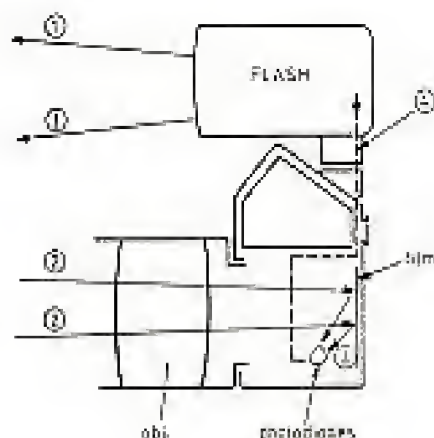

Fig. 16
Le principe de fonctionnement peut être très schématiquement représenté par la figure 16. Au moment du déclenchement, la décharge du condensateur du flash s'amorce dans le tube éclair, dont l'émission lumineuse (1) vient illuminer le sujet photographié. Celui-ci renvoie la lumière (rayons (2)) qui, après avoir traversé l'objectif, vient frapper le film. Une partie (3) des rayons, est réfléchi vers les photodiodes du dispositif de mesure automatique de l'exposition. Lorsque le condensateur C de la figure 2 atteint sa charge seuil, le basculement du comparateur commande lui-même l'interruption de l'éclair, par le trajet d'asservissement (4) à travers la griffe porte-flash.